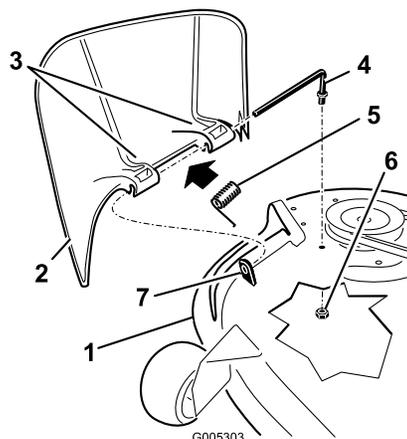

Figure 49
- Repérez les éléments illustrés dans la Figure 49.
- Retirez l'écrou (3/8 pouce [9,5 mm]) de la tige, sous le plateau de coupe (Figure 49).
3. Sortez la tige de la courte cheville de positionnement, du ressort et du déflecteur d'herbe (Figure 49). Enlevez le déflecteur s'il est endommagé ou usé.
4. Remettez en place le déflecteur d'herbe (Figure 49).
6. Placez le ressort sur la tige, les fils d'extrémité dirigés vers le bas, entre les supports du déflecteur d'herbe. Insérez la tige dans le deuxième support du déflecteur d'herbe (Figure 49).
7. Insérez la tige à l'avant du déflecteur dans la courte cheville de positionnement sur le plateau. Fixez l'extrémité arrière de la tige dans le plateau de coupe à l'aide d'un écrou (3/8 pouce [9,5 mm]) (Figure 49).